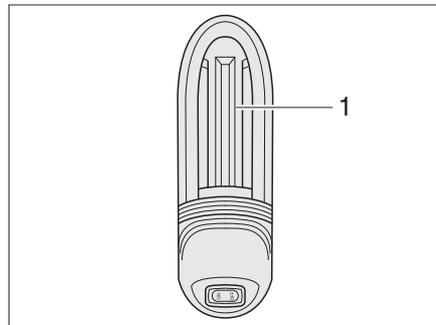

Bild 292 Garagenleuchte
- Leuchtenabdeckung (Bild 292,1) etwas nach oben schieben und abnehmen.